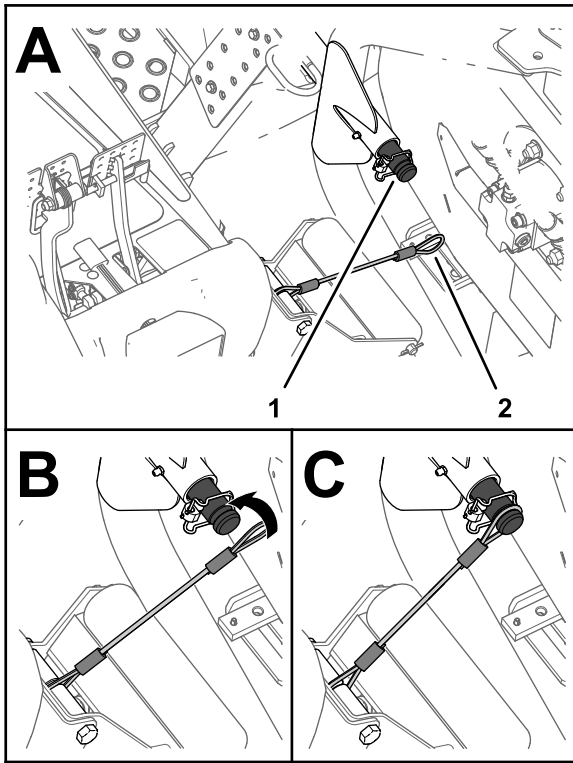

Figura 30
5. Alinee el cordón con el eje portador del brazo de elevación de la unidad de corte delantera exterior (Figura 30).
6. Coloque el bucle del cordón sobre el eje portador hasta que el cordón quede correctamente asentado en la ranura del eje (**Figura 30**).